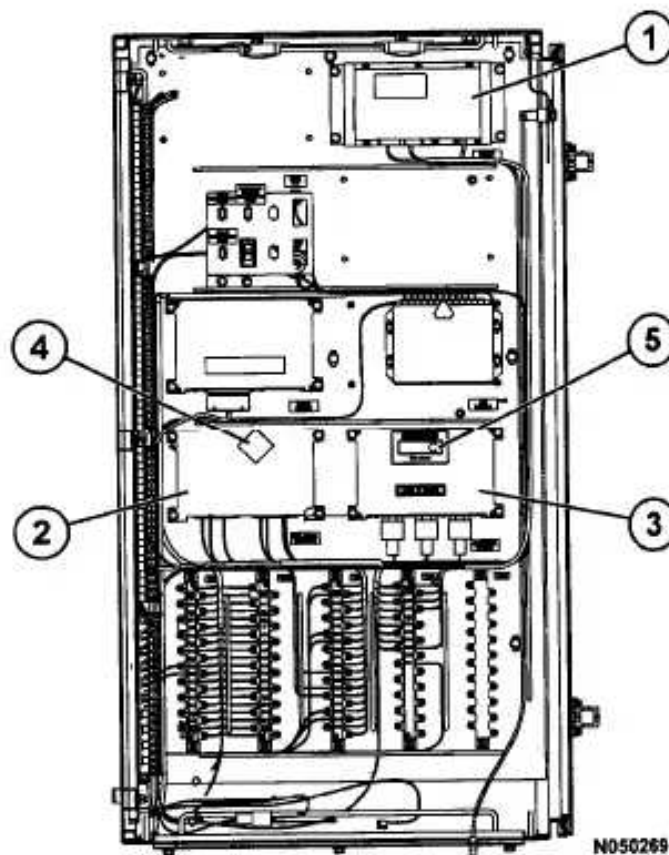
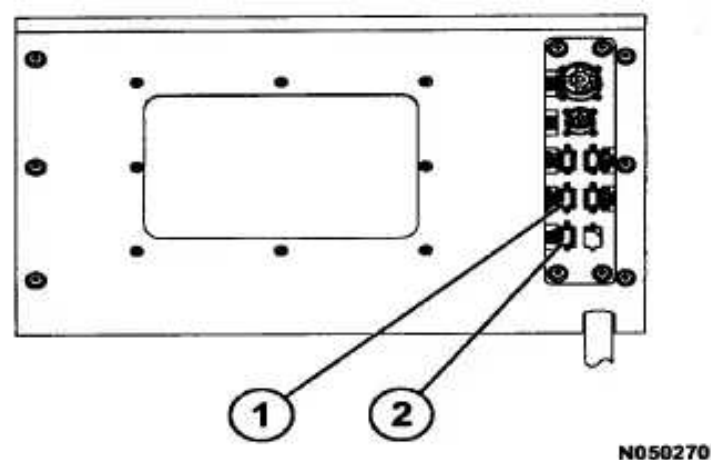

FIGURA 32-10. UBICACION DE LOS COMPONENTES DEL VHMS
FIGURA 32-12. LUMBRERAS DE DIAGNOSTICO (PANEL D.I.D. EN LA PARTE POSTERIOR DE LA CABINA)
Este sistema utiliza el controlador VHMS (2, Figura 32-10) para recopilar datos sobre la operación del camión desde los sensores y otros controladores instalados en el camión. Los datos almacenados en el controlador VHMS son descargados por un computador que utiliza el puerto de diagnóstico para el VHMS (2, Figura 32-12) o son transmitidos directamente por medio de un satélite comunicacional que utiliza el controlador Orbcomm (1, Figura 32-10). Estos datos luego se compilan en el servidor de Komatsu. Basado en esta información, el distribuidor de servicio Komatsu propondrá mejoras y proporcionará información destinada a reducir los costos de reparación de las máquinas y los tiempos de detención.
El sistema VHMS se acciona a través del interruptor de partida del camión. Inmediatamente después de recibir 24V del interruptor de partida, el controlador VHMS inicia la secuencia de inicialización de encendido. Esta secuencia toma alrededor de tres segundos, durante el cual los dígitos rojos de LED (4, Figura 32-10) cerca de la parte superior del controlador VHMS desplegarán una secuencia circular de segmentos de LED destellando.
El módulo de interface (3, Figura 32-10) recibe datos de los sensores instalados en el camión y envía esta información al controlador VHMS. Hay una pequeña luz de LED verde (5) dentro en el frente del controlador. Con el interruptor de partida en ON, la luz debe destellar. Si la luz continúa encendida, hay un problema en el controlador.
Cuando se instala un nuevo módulo de interface en el camión, el software nuevo se debe instalar dentro del controlador. El puerto de diagnóstico IM (1, Figura 32-12) en el panel D.I.D. en la parte posterior de la cabina se usa para conectar el módulo de interface a un computador para instalar el software.